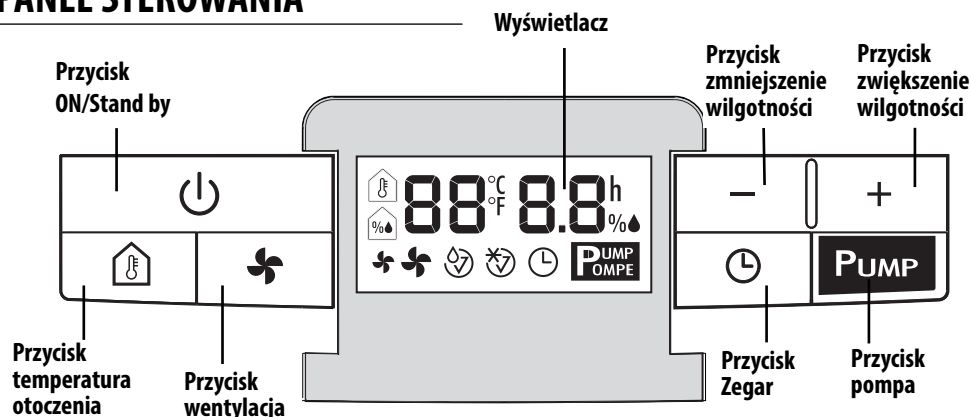

rys. 6
Aby odprowadzić wodę przy pomocy pompy, podłączyć wąż znajdujący się w wyposażeniu (9) do podłączenia na dnie urządzenia (rys. 6). Wybrać funkcję osuszania i nacisnąć na przycisk pompy.